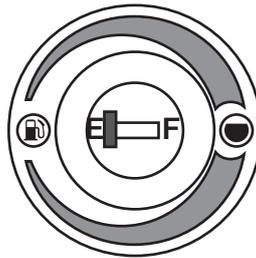

Abb. 6
Auf der Oberseite des Kraftstofftanks befindet sich eine Tankanzeige (1). Die rote Nadel zeigt die verbleibende Menge des Kraftstoffes an (Abb. 6).